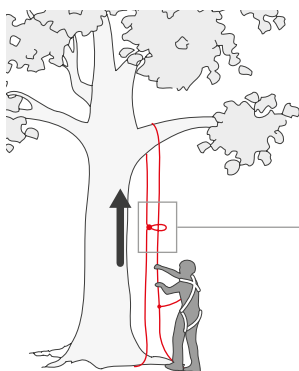

Fig. 6
The cord positioned over the branch functions in this case as the climbing line. The operator makes a loop on one side of the rope (A), insert an EN 362 connector (6) and passes the opposite end of the rope through it (B). He then takes in the end B so that the system is anchored around the branch (Fig. 6). He then installs on both the ropes a double ascending handle (7) (Fig. 7). In addition on the rope B a security system (e.g. self-braking knot) and if needed a foot ascender (8) to aid progression.
Tässä tapauksessa oksaan kiinnitetty köysi toimii kiipeämisköytenä. Työntekijä tekee köyden yhdelle puolelle (A) lenkin, asettaa siihen EN 362 -sulkurenkaan (6) ja vie köyden toisen pää (B) sulkurenkaan läpi. Sitten hän vetää köyden B-päätä, jotta järjestelmä kiinnittyy oksan ympärille (Fig. 6). Kumpaanakin köyteen asennetaan tuplanousukahva (7) (Fig. 7). Köyteen B asennetaan lisäksi turvajärjestelmä (esim. itsejarruttava solmu) ja tarvittaessa kiipeämisessä auttava jalka-nousulaite (8).